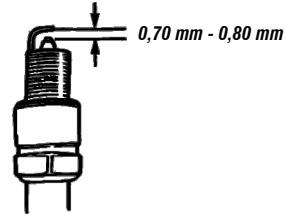

Fig. 26 – Distancia de la bujía
- g. Para un correcto funcionamiento, la distancia de la bujía debe estar entre 0,70 mm y 0,80 mm (fig. 26);